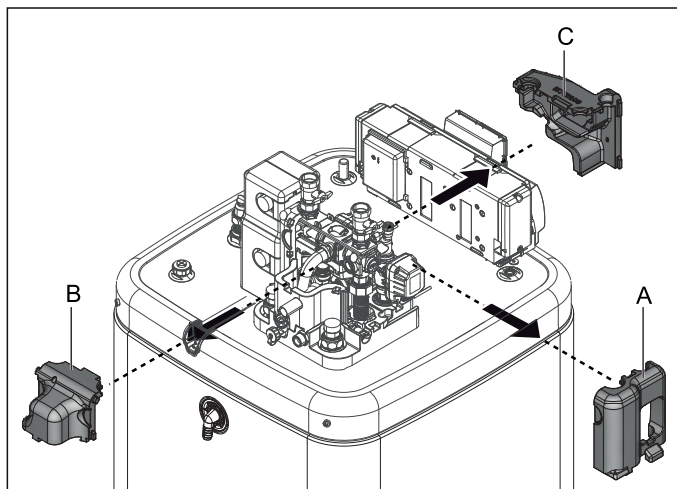

Bild 4-9 Obere Wärmedämmung abnehmen
- Seitendämmelement (Bild 4-9, Pos. A) waagrecht abziehen.
- Hinteres Dämmelement (Bild 4-9, Pos. B) waagrecht abziehen.
- Vorderes Dämmelement (Bild 4-9, Pos. C) waagrecht abziehen.